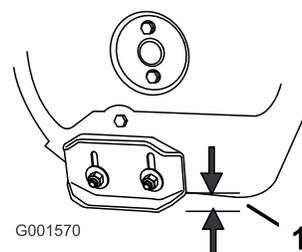

Figure 38
2. Desserrez les écrous de fixation des deux patins aux côtés de la vis sans fin jusqu'à ce que les patins puissent coulisser aisément vers le haut et vers le bas (Figure 38).